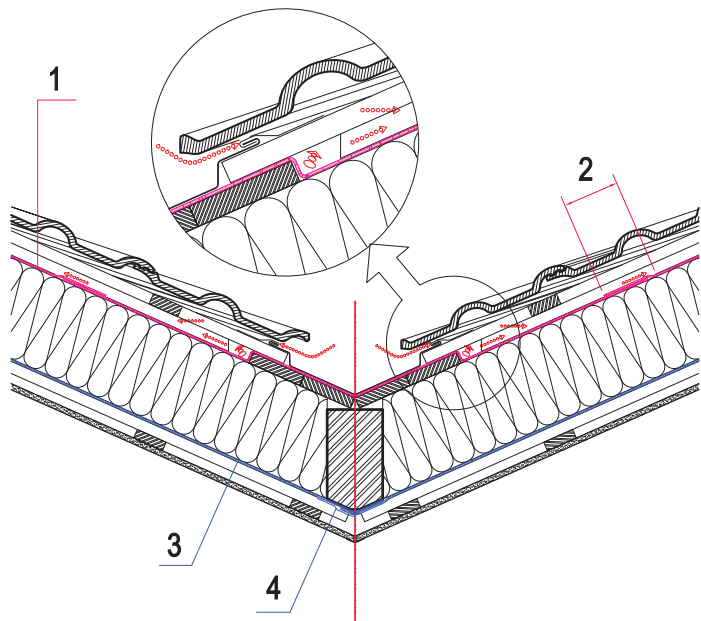

Рис. 6. Пленка, уложенная на утеплитель
1. Гидроизоляционный материал должен иметь прочное и недеформируемое основание, чтобы исключить разрывные и растягивающие нагрузки, которые бывают самыми значительными в зимний период из-за скопления снега и льда. Оптимальным основанием является деревянный настил шириной не менее 30 см от оси разжелобка, причем доски не должны иметь острые кромки и заусенцы, иначе может быть повреждена мембрана. Толщина досок зависит от шага стропил и угла наклона крыши. Подкровельную пленку следует укладывать так, чтобы вдоль настила ендовы она сформировала водоотводящие желобки (рис. 6, 10, 11).
Варианты устройства карнизного свеса. Обозначения на рис. 6, 7, 10, 11: